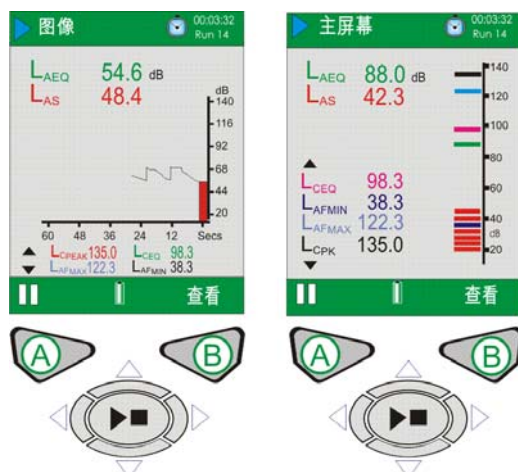

图 13 CEL-620A 运行屏幕
CEL-620A (参见图 13)。宽带值可以在“主屏幕”上以柱状图的形式进行查看，或在“图像屏幕”上以时间历史的图像形式进行查看。按“查看”键 (B) 可以在“图像屏幕”和“主屏幕”之间进行切换。